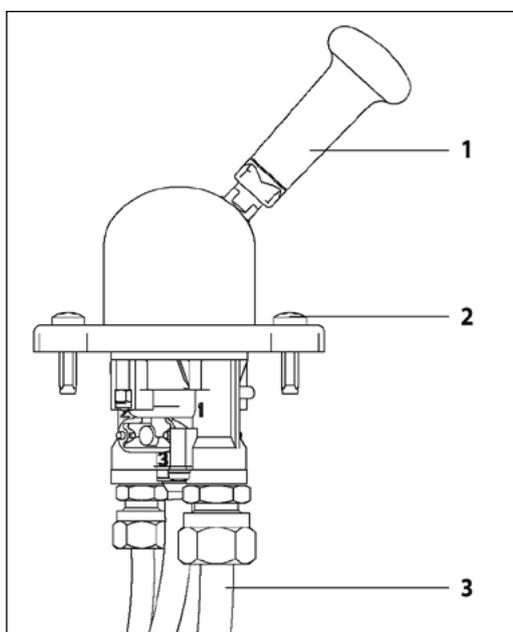

Figura 1-5-6
1. Após a inspeção descrita no processo de avaliação, se precisar substituir a válvula do freio de estacionamento, remova os dois parafusos de fixação [2] de acordo com a Figura 1-5-6 e, em seguida, remova o tubo do freio para substituí-lo.